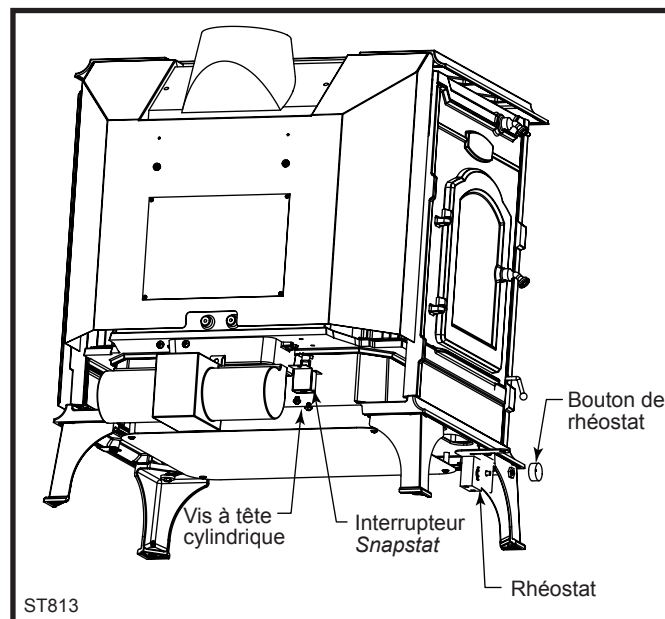

Fig. 27 Fan installation.
1. Fixez le ventilateur à la paroi interne arrière au moyen de deux (2) vis à tête hexagonale #20 x 3/4 po et d'une rondelle-frein en étoile comme le montre la figure 27.
2. Fixez l'interrupteur *Snapstat* dans les orifices de montage sous le poêle au moyen de deux (2) vis à tête cylindrique 1/4-20.